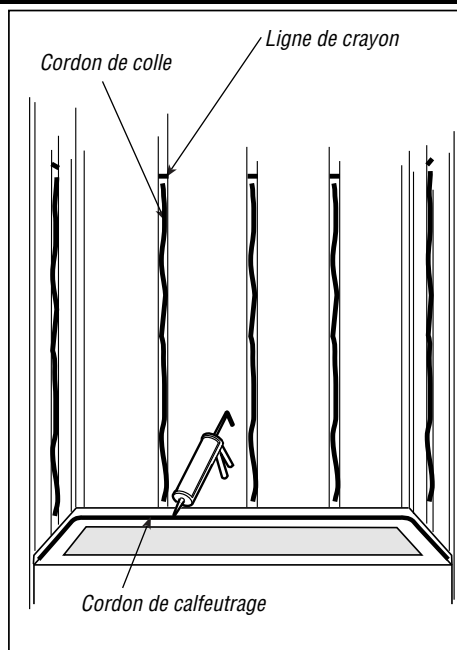

Figure 3
- 4** Lorsque vous êtes satisfait du raccord, marquez le dessus des panneaux sur chaque poteau. Retirez les panneaux. Appliquez un cordon de colle le long de chaque poteau, vers le bas, qui entrera en contact avec le panneau arrière. Assurez-vous de demeurer en dessous de la ligne que vous avez tracée. Il n'est pas nécessaire d'appliquer la colle sur les poteaux en coin. Étendez une couche de calfeutrage de latex ou d'acrylique le long de l'appui de la baignoire (fig. 3). Remplacez le panneau arrière et appuyez fermement sur l'alcôve, contre les poteaux.